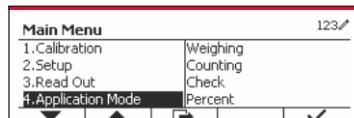

Figure 37
- Appuyez sur le bouton  pour accéder au menu principal. (Voir Figure 37)